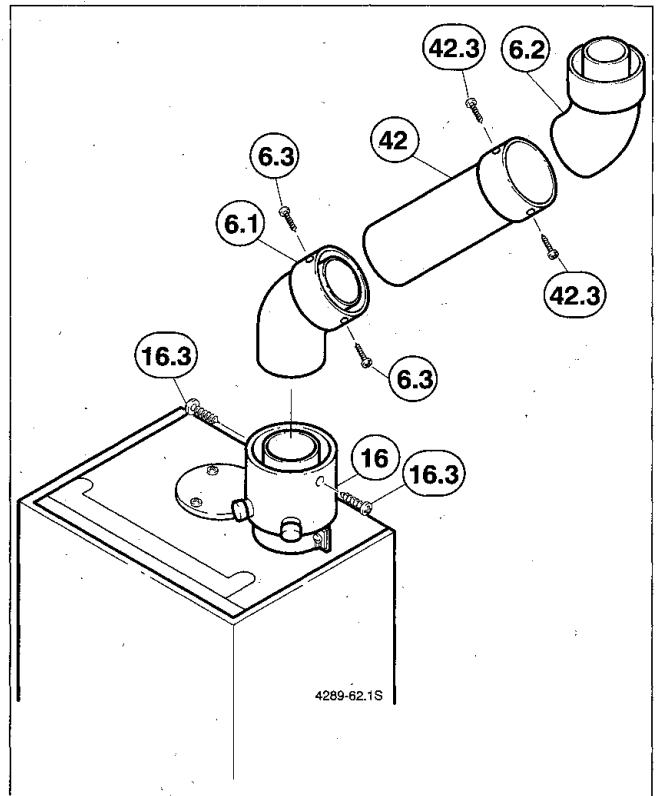

Bild 73
- Die Doppelrohrverlängerung (42) auf das entsprechende Maß ablängen. Beachten Sie die Montagehinweise in der Installationsanleitung für die Doppelrohrverlängerung (42).
- Versatzbogen (6.1, 6.2) und die entsprechende Doppelrohrverlängerung (42) entsprechend Bild 73 einbauen und verschrauben.